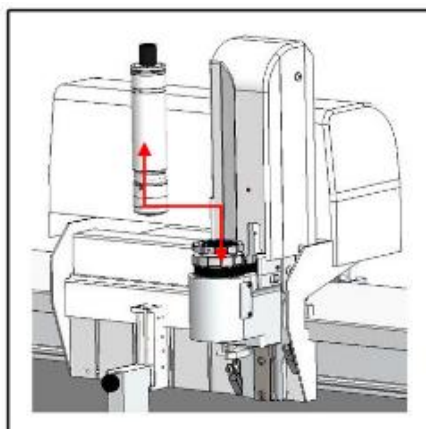
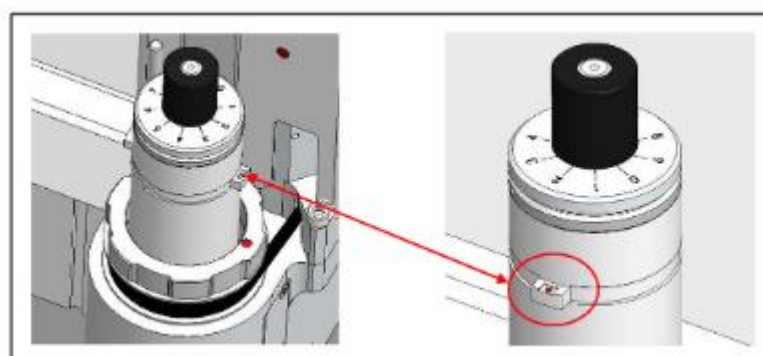

Рис. 12
Рис. 14
- Вставьте тангенциальный инструмент в модуль как показано на Рис. 12, 13. Инструментальный держатель и сам инструмент UCT помечены красными точками. Для обеспечения правильной посадки инструмента необходимо эти точки совместить вдоль вертикальной линии (Рис. 14).